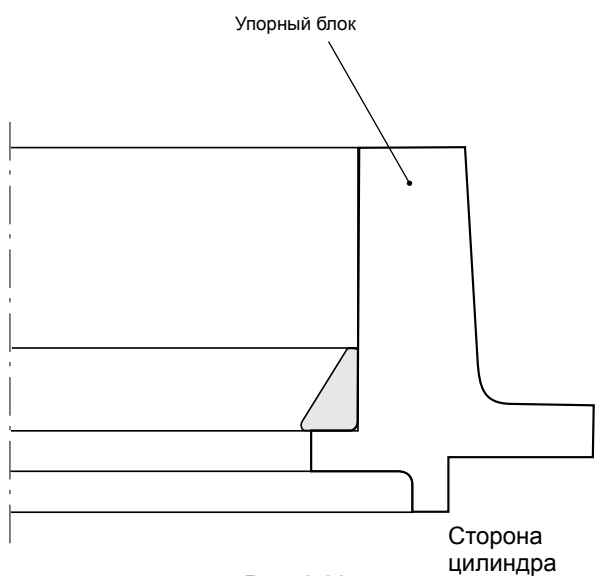
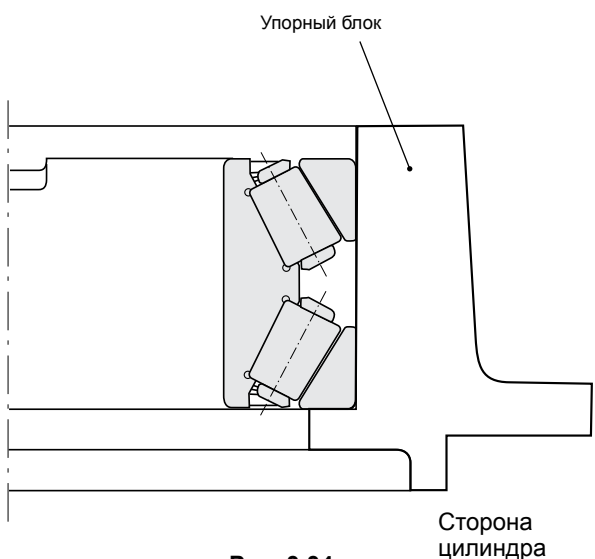

Рис. 3.33
Рис. 3.34
- (1) Установите упорный блок стороной цилиндра валка вниз.
- (2) Нанесите смазочный материал на поверхность отверстия упорного блока.
- (3) Нанесите смазочный материал на чашку с меткой А со всех сторон.
- (4) Поднимите чашку подъемным оборудованием и аккуратно установите ее в упорный блок (**Рис. 3.33**).
- (5) Если чашка имеет проставку, нанесите смазочный материал на проставку и аккуратно установите ее в блок.
- (6) Нанесите смазочный материал на поверхность конического отверстия, на обе торцевые поверхности, поверхность качения роликов и на чашку с меткой В. Проверните сепаратор и ролики, чтобы равномерно распределить смазочный материал по беговой дорожке и поверхности бурта.
- (7) Установите чашку с меткой В на конический узел меткой А вниз, вверните проушины в четыре резьбовых отверстия сепаратора. Поднимите их и установите в упорный блок. (**Рис. 3.34**) Если сепаратор оконного типа, то используйте подъемное оборудование, как показано на **рис. 2.1**.
- (8) Если подшипник не имеет проставки чашки, а предварительная нагрузка подшипника создается пружиной, то отрегулируйте зазор, как описано в **Параграфе 3.4.2**.
- (9) Установка (снятие) крышки держателя. В зависимости от назначения прокатного стана крышка держателя может иметь различную форму. Установите (снимите) крышку в соответствии с указаниями производителя прокатного стана.